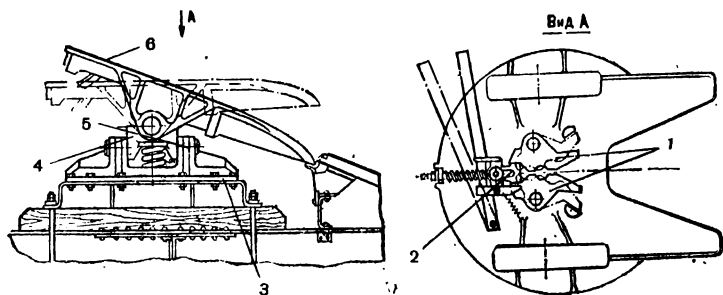

Рис. 60
X. Какая из модификаций автомобиля ЗИЛ-130 предназначена для буксировки полуприцепов? Из каких деталей состоит сцепное устройство, изображенное на рис. 60?